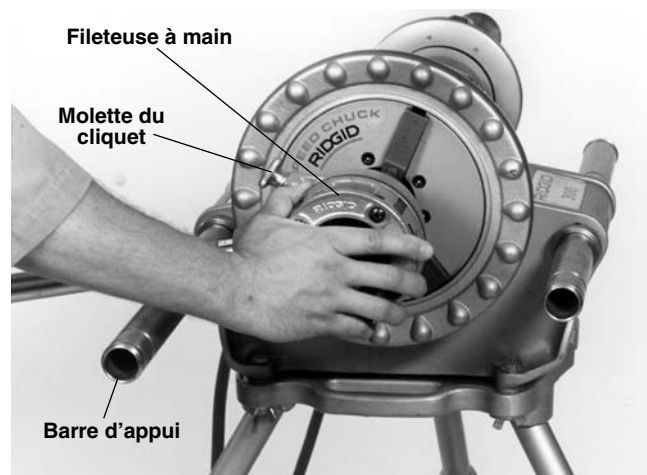

Figure 7 – Enfilage de la fileteuse à main sur le tuyau afin d'engager les filières
3. Reposez le bras du cliquet de la fileteuse à main sur la barre d'appui côté gauche (en regardant de face le système d'entraînement – *Figure 7*).
8. Poussez la tête de filière contre le tuyau avec la paume de votre main droite jusqu'à ce que les filières engagent le tuyau. Une fois engagés, les filières monteront d'elles-mêmes sur le tuyau pour effectuer le filetage (Figure 7).